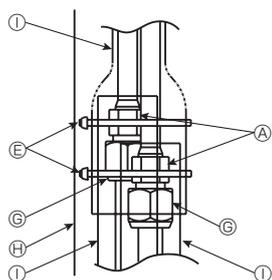

Fig. 3-11
- (3) Cubra la junta con una cubierta de la tubería y asegúrela con una brida ⑥. (Fig. 3-11)